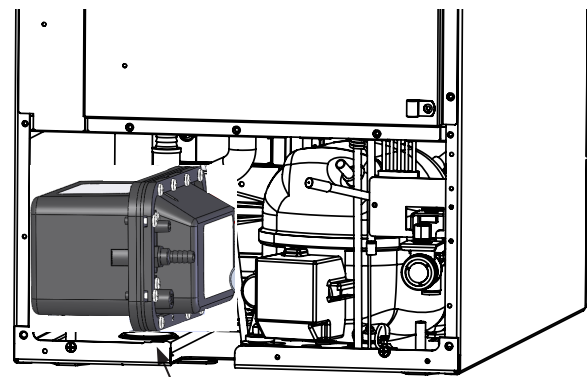
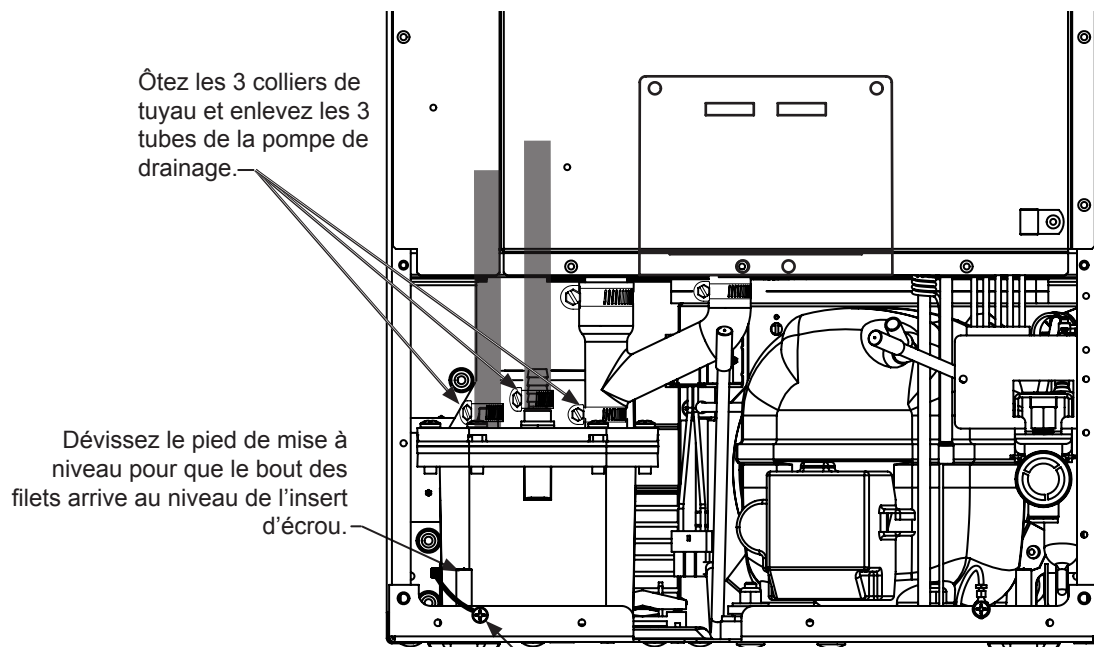

Figure 38
Figure 39
2. Dévissez le pied de mise à niveau de l'angle arrière jusqu'à ce que le bout de sa portion filetée arrive au niveau de l'insert d'écrou dans la base (Voyez la Figure 39) :
3. Dévissez les 3 colliers de tuyau et enlevez les 3 tuyaux de l'avant de la pompe de drainage (Voyez la Figure 39).
4. Faites pivoter la pompe de drainage et sortez-la de l'appareil à glaçons (Voyez la Figure 38). Il peut être nécessaire de débrancher la liaison du fil de terre sur le rebord arrière de l'armoire (Voyez la Figure 39).